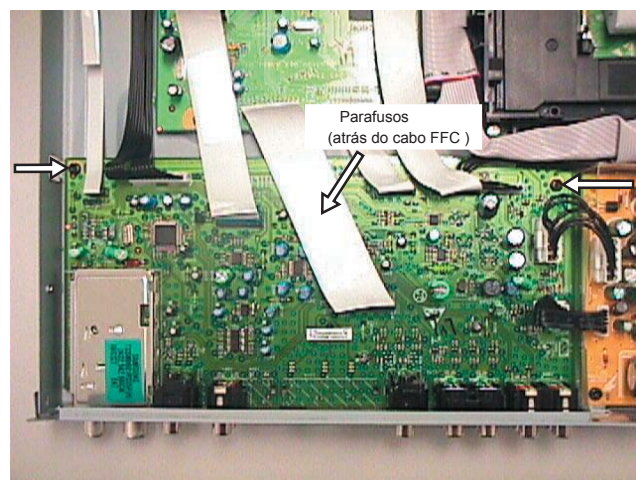

Figura 4-7: Remova os parafusos do Painei Analógico
- 1) Solte os parafusos do painel traseiro no Painei Analógico. Remova os parafusos do Painei Analógico como mostra a Figura 4-7.